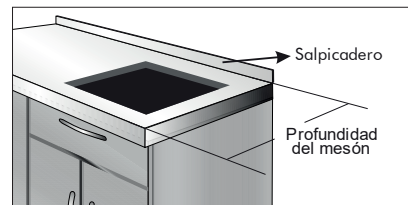

Figura 6
- Es importante tener presente que las medidas del mesón acá nombradas no tienen en cuenta el grosor del salpicadero. (Ver figura 6).